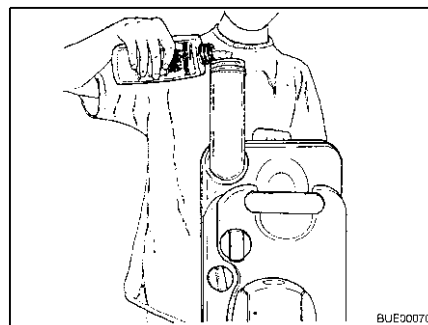

Bild 198 Sanitärflüssigkeit einfüllen
- Angegebene Menge Sanitärflüssigkeit in den Fäkalientank füllen (Bild 198).